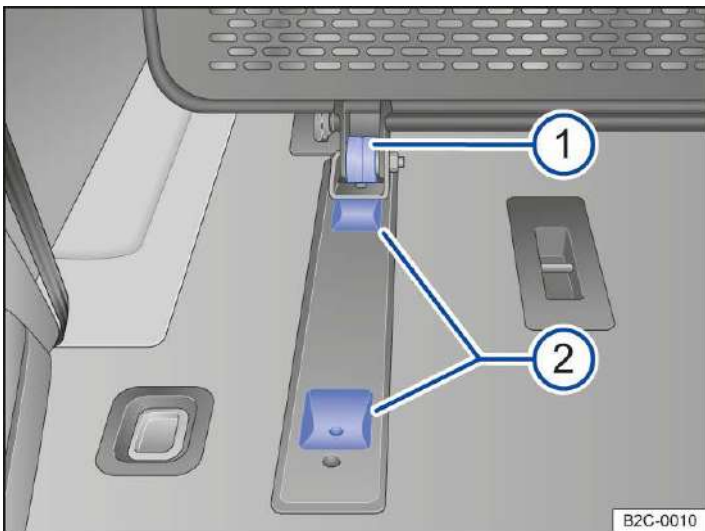

Abb. 2 Im Laderaum: Untere Verankerung.
2. Gittertrennwand unten mit der Rolle → *Abb. 2* (1) in die hintere Vertiefung in der Verankerung (2) schieben.